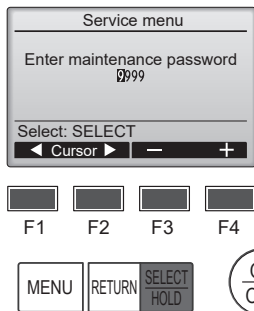

Fig. 7-2
- ① Dans le Menu principal, sélectionnez «Service» puis appuyez sur la touche [SELECT/HOLD] (SÉLECTION/EN ATTENTE).
- ② Lorsque le menu SAV est sélectionné, une fenêtre apparaît et vous invite à saisir le mot de passe. (Fig. 7-2)